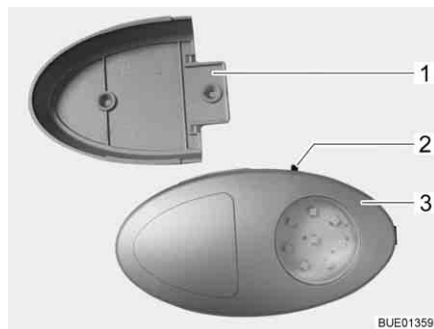

Fig. 61 Luce armadio guardaroba
- ▷ È possibile estrarre la luce armadio guardaroba dal supporto a vite (Fig. 61,1) e utilizzarla come torcia elettrica.
L'interruttore di accensione/spengimento (Fig. 61,2) è montato direttamente sulla luce armadio guardaroba (Fig. 61,3).